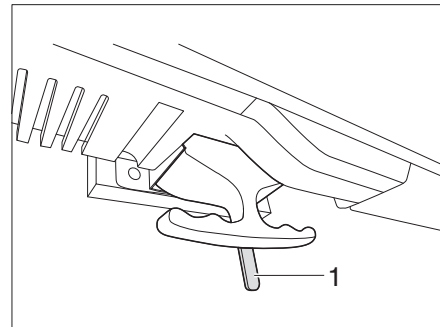

Bild 144 Flachbildschirm Entriegelung
- Hebel (Bild 144,1) nach links schieben. Die Arretierung ist gelöst.
- Hebel (Bild 144,1) in die Mitte schieben. Der Flachbildschirm ist arretiert.